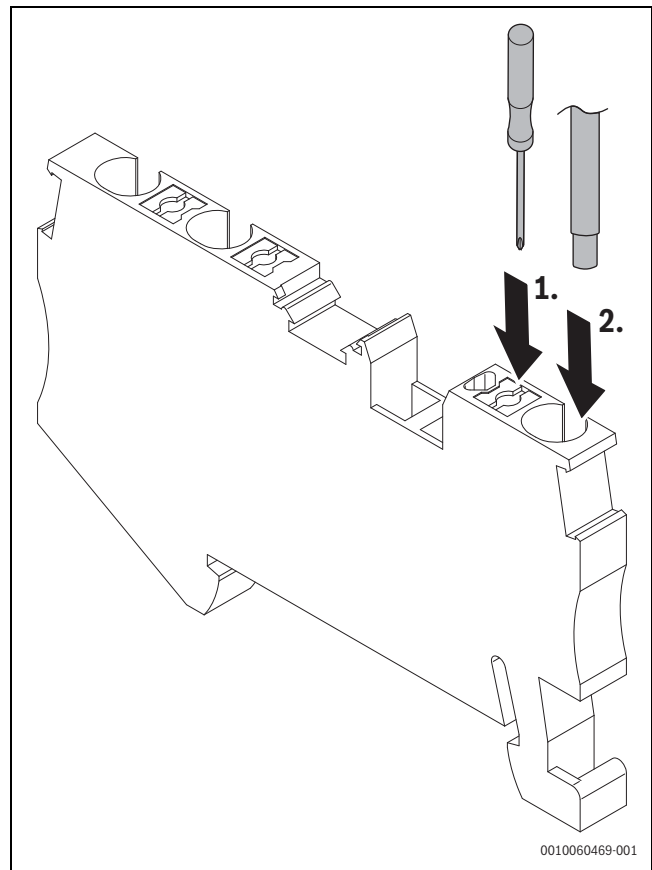

Fig. 35 Raccordement du câble d'alimentation
- ▶ Raccorder le câble comme illustré à la →Figure 35.